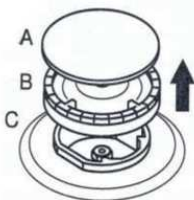

Figure 19
- Retirez le couvercle du brûleur et le brûleur comme indiqué sur la Figure 19. Retirez l'injecteur à l'aide d'un tournevis à douille de 7 comme indiqué sur la Figure 19.1.